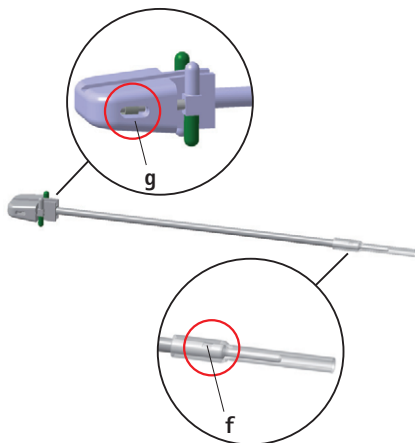

Fig. 4
- Juster sikkerhedsstopet til midterposition **g**, se Fig. 4.